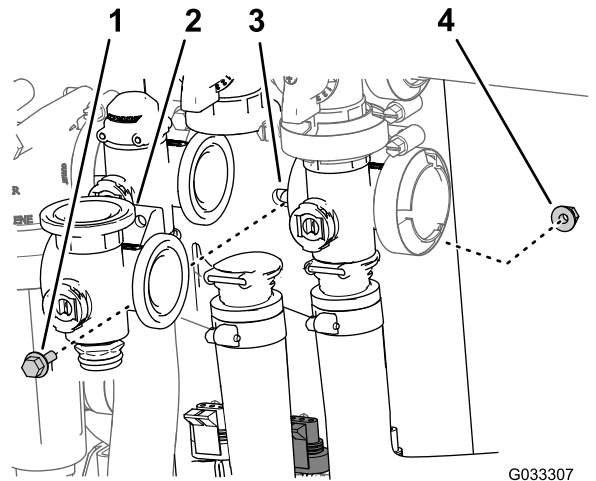

图 71
- 卸下将搅拌阀固定至阀安装座的凸缘头螺栓和凸缘锁紧螺母然后从机器中拆下阀歧管 图 71。